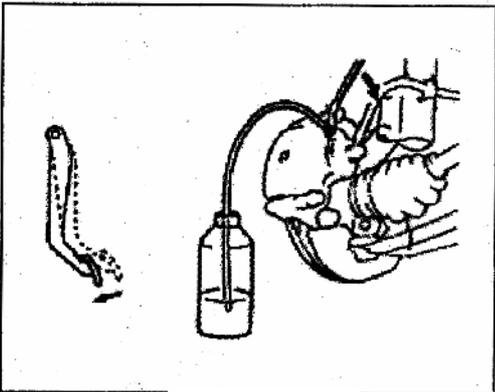

Рис. 623
- 6) Если воздух перестал выходить из системы, удерживайте педаль нажатой и затяните штуцер прокачки (Рис. 623).